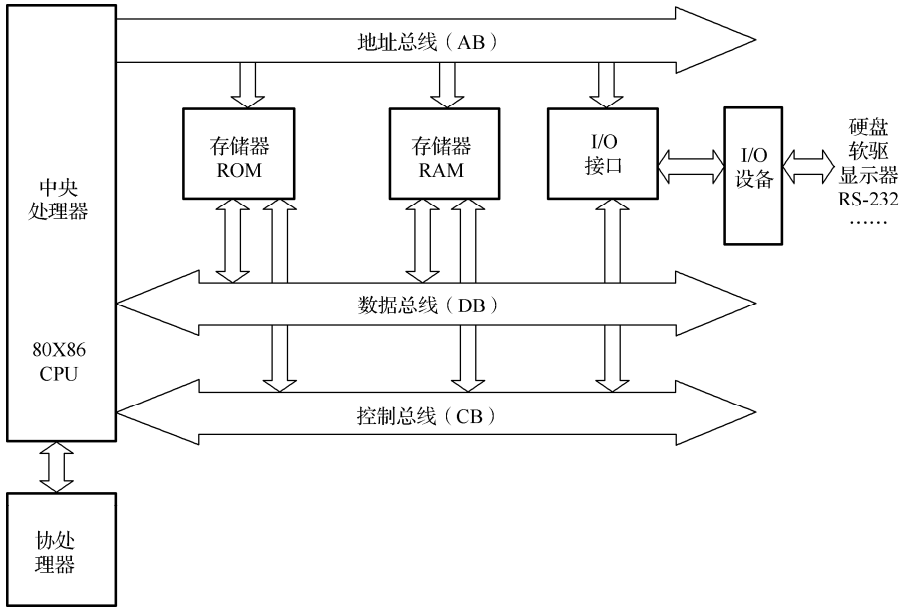

图 1-2 微型计算机硬件系统结构
微型计算机的硬件主要由以下 5 个部分组成：①微处理器(CPU)，②内存储器(RAM、ROM)，③外存储器(磁盘、磁带、光盘)，④输入、输出设备，⑤系统总线(BUS)电源。其系统结构如图 1-2 所示。